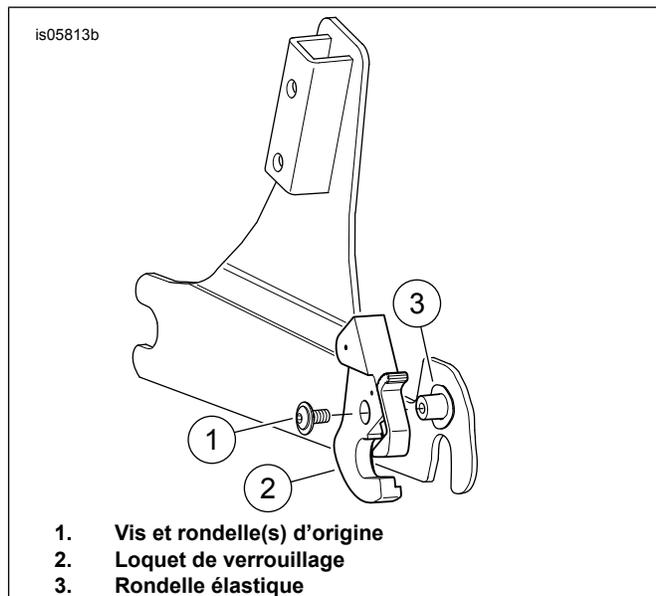

Figure 7. Installation intérieure droite (relief caché)
Kit de porte-bagages simple	Voir la Figure 7, installation intérieure droite (relief caché)
1. Consultez Figure 7 . Retirer le loquet non verrouillable de droite. Laisser la rondelle élastique de droite sur le moyeu de montage de droite.